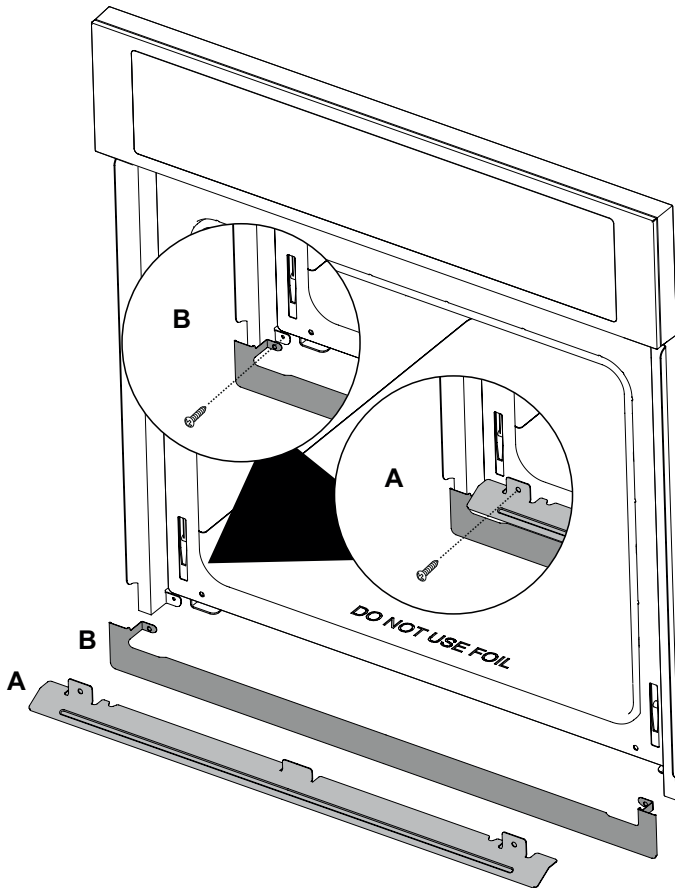

Figura 8
A. Coloque el adorno de color combinado (B) en su lugar como se muestra en la Figura 8. Alinee las ubicaciones de los tornillos y fije ambos extremos.
B. Coloque el desviador de aire (A) en su lugar como se muestra. Alinee las ubicaciones de los tornillos y fije ambos extremos.